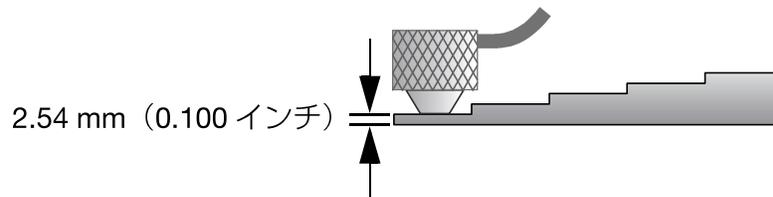

図 5-6 5 ステップ階段状試験片（薄い部分）による音速校正
- b) 試験片の薄い部分に探触子を接触させ（56 ページ図 5-6 参照）、[ゼロ校正]を押します。